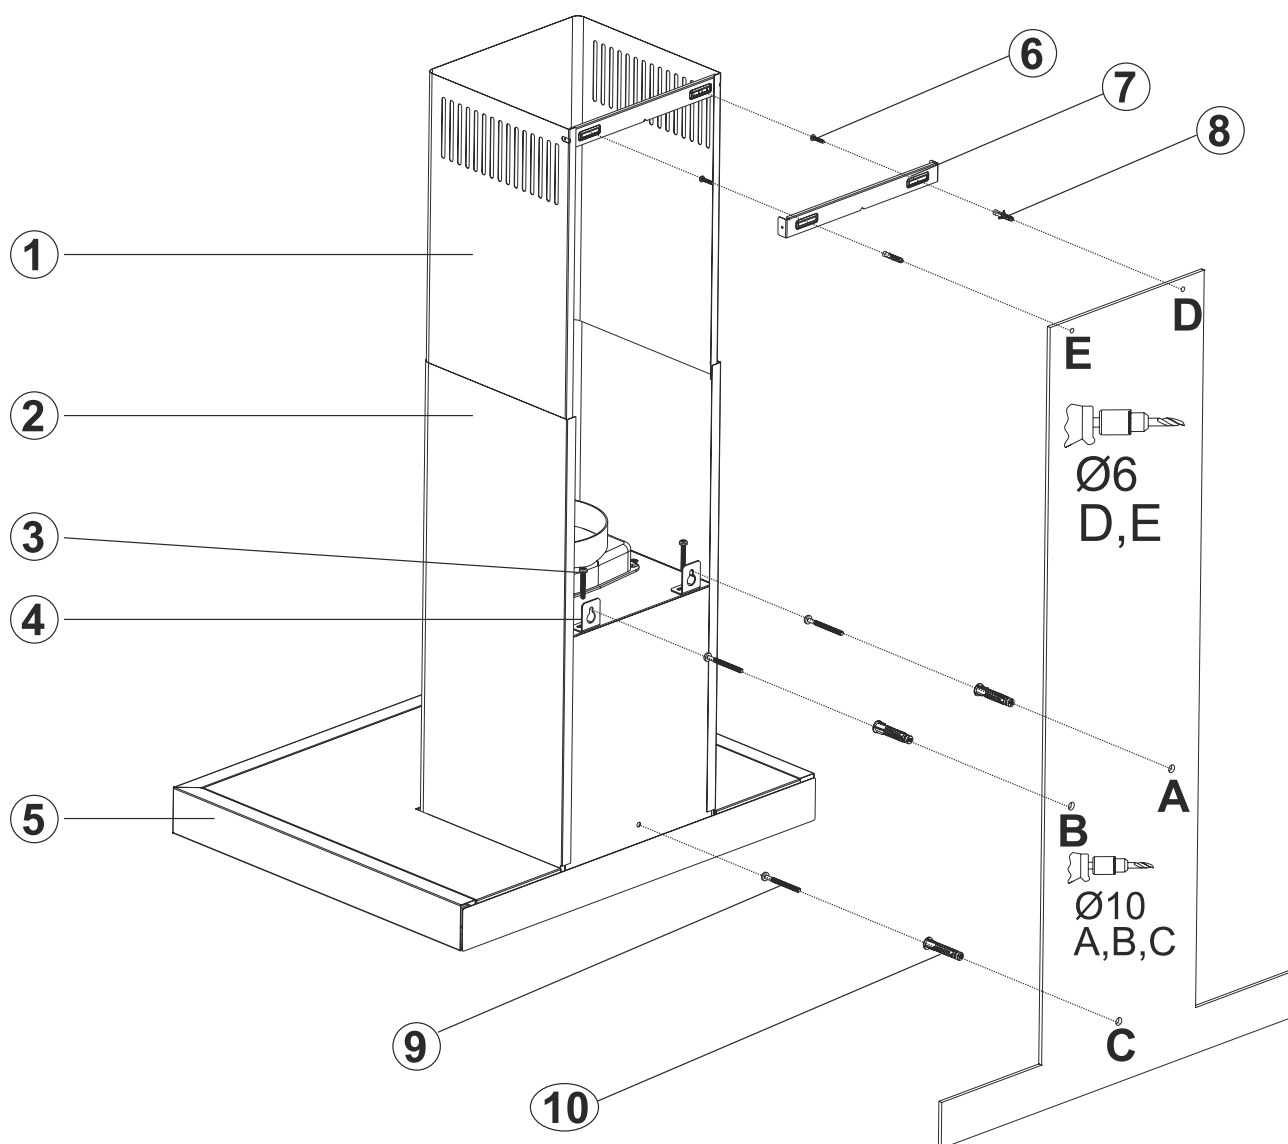

Fig. 15
2. Påsæt skabelonen på væggen alt efter ønskede højde på emhætten (bemærk vores anbefalinger mht. afstand ml. kogeplade og emhætte). Markere nu punkterne A, B & C. (Fig. 15).
3. Sæt nu Ø10mm rawplugs i hullerne A, B & C. Skru nu skruer på punkterne A + B og lad der være 5mm afstand ml. skruehoved og væg (Fig. 15).
4. ► Montere ophængningsbeslagene på emhætten med de medfølgende M5x35 skruer (Fig. 15).